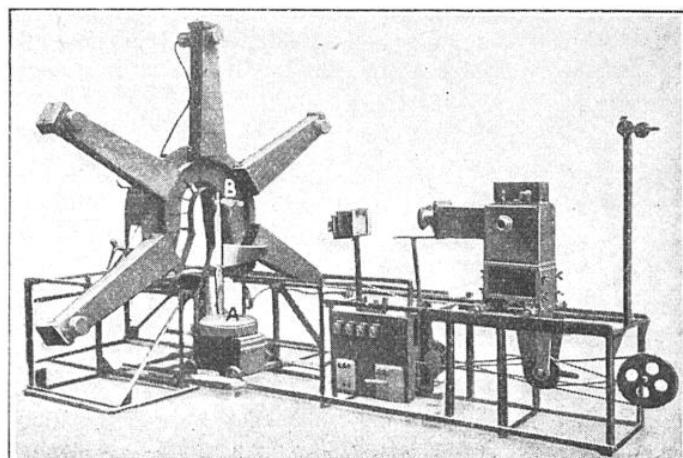

FIG. 17. — APPAREIL DE PHOTO SCULPTURE IMAGINÉ PAR M. GIVAUDAN
M. Givaudan, de Lyon, a exposé un très curieux appareil de photosculpture (fig. 17), dont voici le principe. Le sujet étant assis sur la table mobile *A* de l'appareil, sa tête prend place au point de convergence *B* de cinq foyers lumineux, situés à l'extrémité des grands tubes rayonnants que l'on remarque à gauche de la photographie. Pendant toute la durée d'une opération, la table mobile se déplace vers l'arrière, de sorte que, à chaque instant, l'éclairage de la figure se trouve modifié.